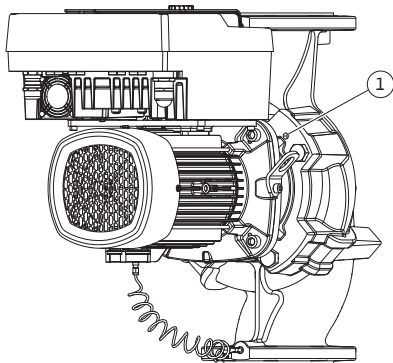

Fig. 10: Borttagning av instickssatsen via gänghålen
Lossa skruvarna (pos. 29) för pumptyp (Fig. III och Fig. IV). Använd de gänghåll (Fig. 10, pos. 1) som sitter jämte, och använd lämpliga skruvar som tillhandahålls på plats (t.ex. M10 x 25 mm).